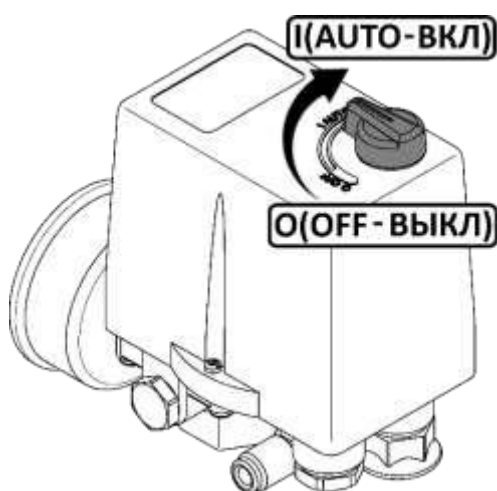

Рисунок 3
- Проверьте, чтобы выключатель на реле давления находился в выключенном положении "O" или "OFF", в зависимости от исполнения (рисунок 3).
- Выключить компрессор выключателем **3** на реле давления (рис. 4-5). Для этого необходимо переключить выключатель в положение "**О**" или "**OFF**", в зависимости от исполнения (рис. 3). После этого остановится электродвигатель и произойдет сброс давления из нагнетательного воздухопровода и поршневого блока.
- Переключите выключатель **3** на реле давления в положение "**О**" или "**OFF**", в зависимости от исполнения (рисунок 3).